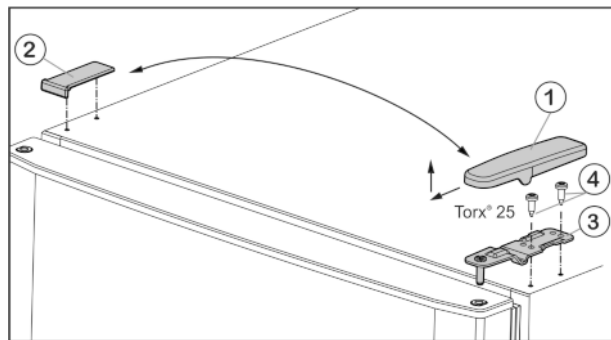

Fig. 4
- ▶ Потяните крышку Fig. 4 (1) вперед и вверх.
- ▶ Снимите крышку Fig. 4 (2).
- ▶ Открутите верхний опорный кронштейн Fig. 4 (3) (2 шт. Torx® 25) Fig. 4 (4) и вытяните вверх.
- ▶ Установите верхний опорный кронштейн Fig. 4 (3) на новой стороне шарнира и защелкните в дверце.
- ▶ Привинтите верхний опорный кронштейн (**с моментом 4 Нм**) (2 шт. Torx® 25) Fig. 4 (4). При необходимости используйте аккумуляторный шурупверт.
- ▶ Наденьте и защелкните крышку Fig. 4 (1) на противоположной стороне снаружи.
- ▶ Также наденьте сверху и защелкните крышку Fig. 4 (2) на противоположной стороне.